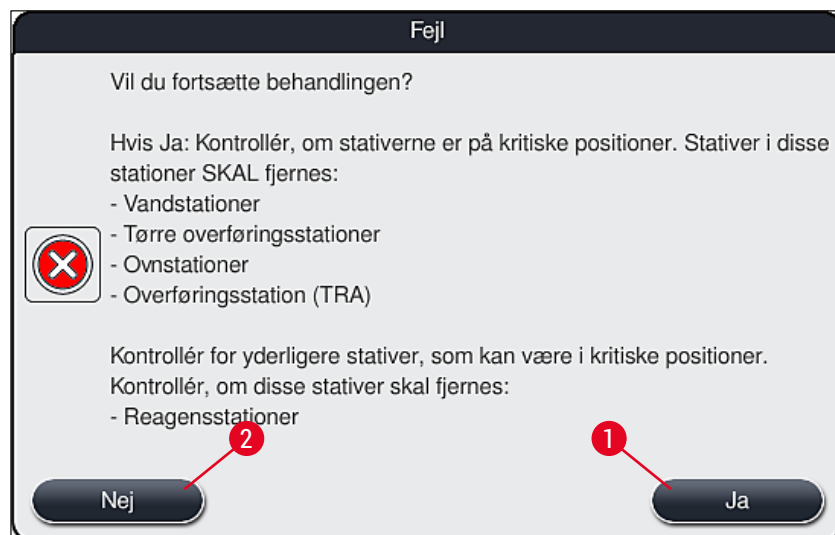

Fig. 110
4. Derefter kan brugeren vælge, om farvningsprocessen skal genoptages (→ S. 132 – 8.2.2 Genoptagelse af farvningsprocessen efter et strømsvigt) eller annulleres (→ S. 133 – 8.2.3 Annullering af alle farvningsprocesser efter et strømsvigt) (→ "Fig. 110").
2. Fjern de kritiske stativer fra instrumentet i overensstemmelse med den forrige informationsmeddelelse (→ "Fig. 110"), og bekræft, at de fjernes, ved at trykke på den pågældende station (→ "Fig. 111-1") på skærbilledet.
Annulleringen af farvningsprocessen og returnering til den foregående valgmenu (→ "Fig. 110") kan fortrydes ved at trykke på knappen **Annuller** (→ "Fig. 112-2").